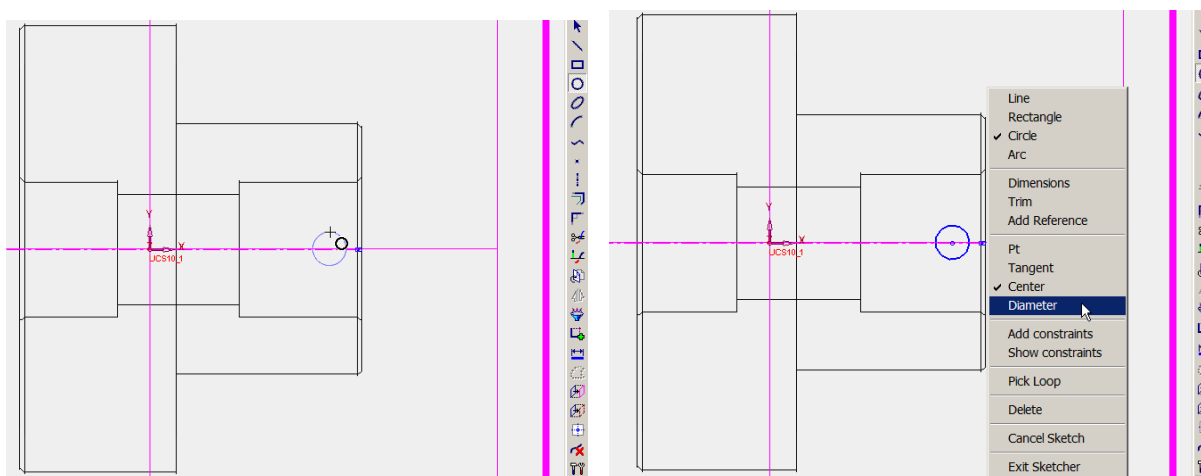

Рисунок 40 – Построение первой окружности шпоночного паза
4.5 Эскиз шпоночного паза. Открываем *Эскизник*, нажимаем кнопку *Круг* и, привязываясь к ранее созданной оси, наносим первую окружность. Далее из контекстного меню выбираем пункт *Диаметр* и курсором показываем на только что созданную окружность (рисунок 40). Таким образом диаметр второй окружности сделаем равным диаметру первой. Наносим вторую окружность со смещением по оси влево. Теперь проводим две касательные линии, используя привязку *Tangent* (*Касательно*).